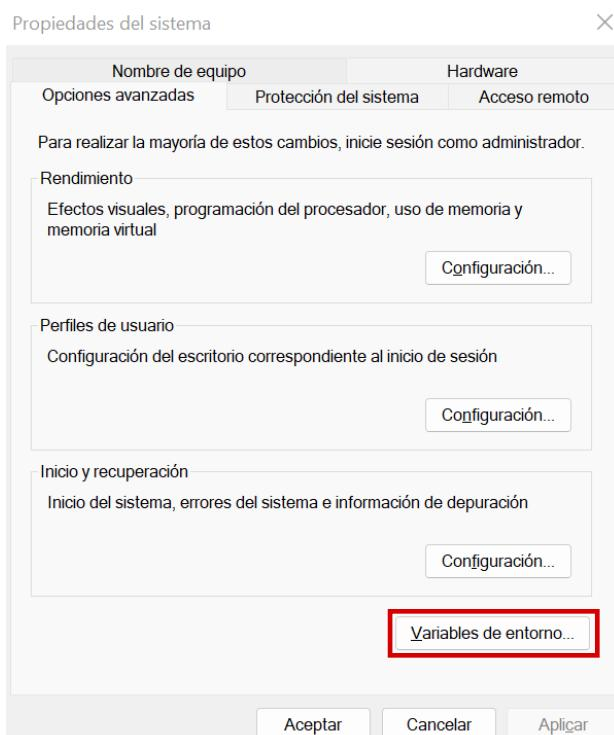

Figura 2-11 Menú Propiedades del sistema
11. En el menú **Propiedades del sistema** (ver Figura 2-11) haga clic en el botón **Variables de entorno**.